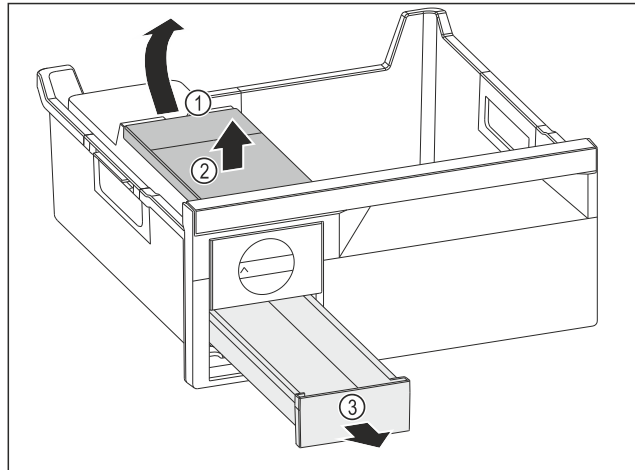

Fig. 81
- Watertank wegnemen: Watertank bij de uitsparing Fig. 81 (1) optillen.
- Watertank Fig. 81 (2) naar boven toe wegnemen.
- IJsblokjesvak Fig. 81 (3) naar voren toe wegnemen.